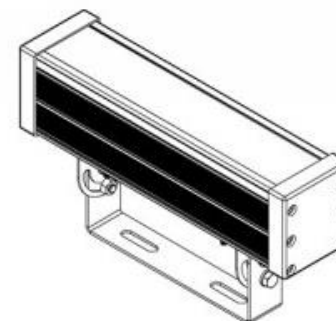

Рис. 1
- 6.4 Произвести монтаж светильника, как показано на Рис. 1. Приложить светильник кронштейном к монтажной поверхности. Произвести крепление кронштейна к монтажной поверхности, сориентировать светильник в требуемом направлении. Затянуть фиксирующие болты.